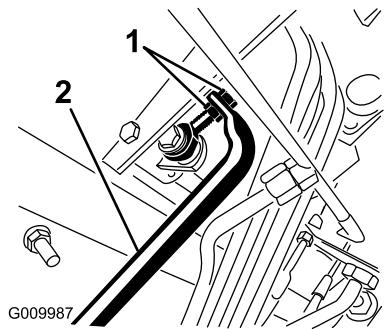

Figura 52
- Ajuste las contratuerca del extremo de la varilla de la bomba para desplazar el tubo de control de la bomba hacia adelante, para eliminar el movimiento de la máquina hacia adelante, o hacia atrás, para eliminar el movimiento hacia atrás (Figura 52).